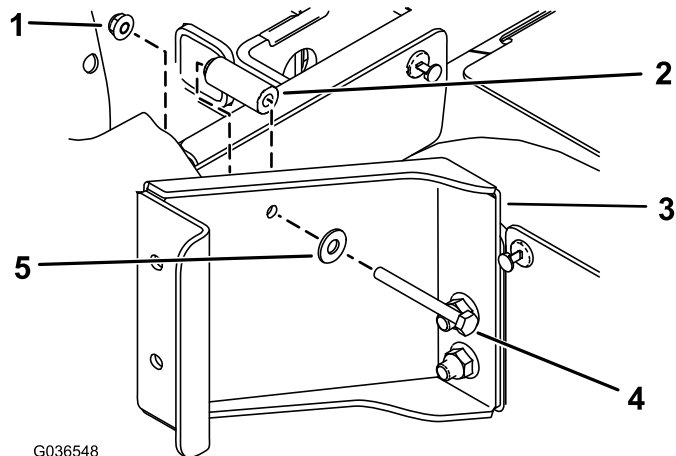

Рисунок 2
C. Закрепите кронштейн позади заднего основания сиденья с помощью одного болта с шестигранной головкой (1/4 x 2-1/2 дюйма), одной плоской шайбы (5/16 дюйма), одной проставки (9/32 x 5/8 дюйма) и одной фланцевой гайки (1/4 дюйма), как показано на Рисунок 2.